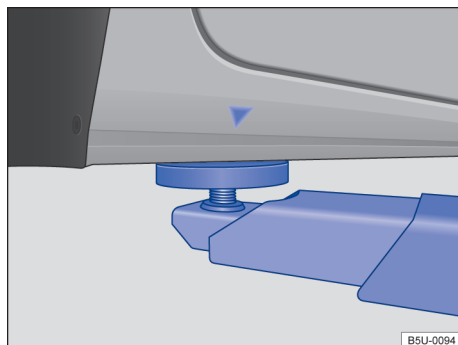
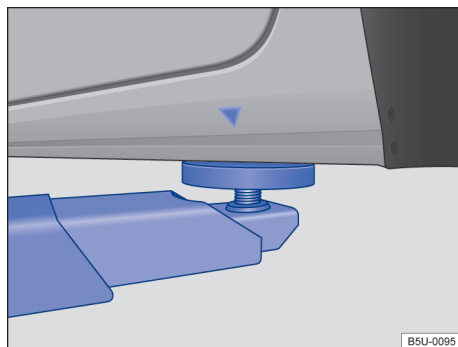

Fig. 164 Pontos de apoio dianteiros para a suspensão com plataforma elevatória ou com macaco.
Fig. 165 Pontos de apoio traseiros para a suspensão com plataforma elevatória ou com macaco.
O veículo deve ser suspenso somente pelos pontos indicados nas figuras → Fig. 164 e → Fig. 165. Se o veículo não for suspenso pelos pontos indicados, podem ocorrer danos no veículo → ⚠ e ferimentos graves → ⚠.
- Suspender o veículo somente pelos pontos indicados nas figuras → Fig. 164 e → Fig. 165. Se o veículo não for suspenso pelos pontos indicados, o veículo poderá cair da plataforma elevatória quando, por exemplo, o motor ou a suspensão for desmontado.